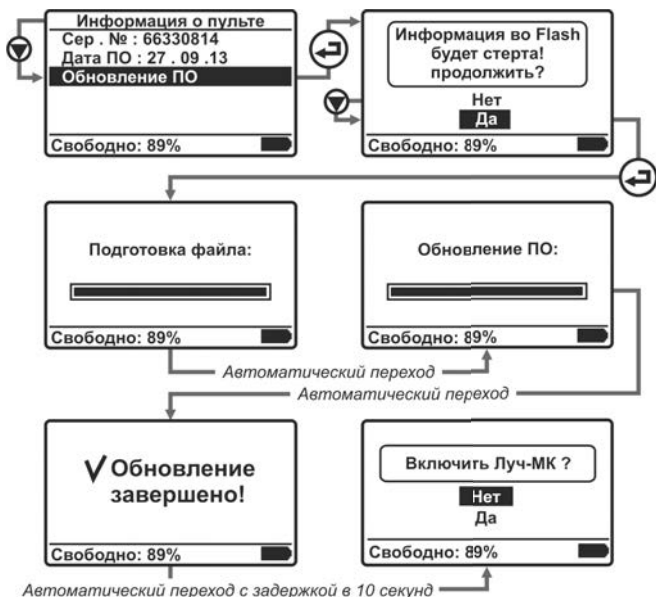

Рисунок 4.17 – Алгоритм работы пульта при Обновлении ПО
- в меню **Информация о пульте** установить курсор на строку **Обновление ПО** и нажав клавишу **↵** запустить процедуру обновления программного обеспечения пульта, рисунок 4.17.